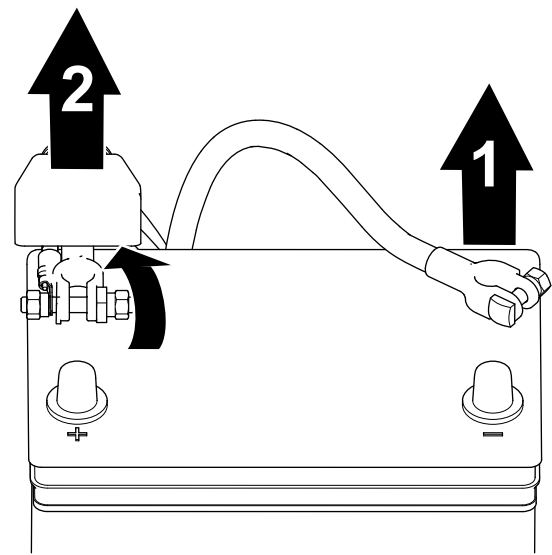

Bild 34
1. Trennen Sie das Minuskabel des Akkus vom Akkupol ab (Bild 34).
2. Heben Sie die Isolierung an und ziehen Sie das Pluskabel des Akkus vom Akkupol ab (Bild 34).